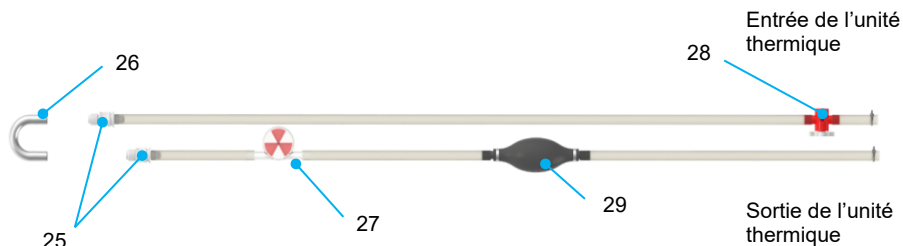

Figure 6 Tubage de l'unité thermique
L'unité thermique maintient la température de la solution de perfusion en circulation à l'aide d'éléments Peltier. En fonction de la température réglée, ces éléments refroidissent ou chauffent le circuit d'eau interne par effet thermoélectrique. Pour transférer la température du circuit d'eau interne à la solution de perfusion, l'unité thermique est raccordée par un tuyau en silicone aux orifices de l'échangeur de chaleur des deux oxygénateurs ; voir Figure 4 et Figure 6. L'orifice de sortie de l'unité thermique est relié à l'orifice « entrée d'eau » de l'échangeur de chaleur et l'orifice d'entrée de l'unité thermique est relié à l'orifice « sortie d'eau » de l'échangeur de chaleur.
- Placez le tubage thermique (Figure 6) avec le coupleur de tubage d'eau (élément 26) aussi bas que possible. Lors du remplissage et du dégazage (section 2.3.1), veillez à ce que l'entrée et la sortie de l'unité thermique (Figure 6, éléments 21 et 22) se trouvent au point le plus haut, de sorte que les bulles d'air se déplacent vers l'unité thermique.
- Pressez à plusieurs reprises le ballon de dégazage (Figure 6, élément 29) pour expulser autant d'air que possible du tubage thermique.